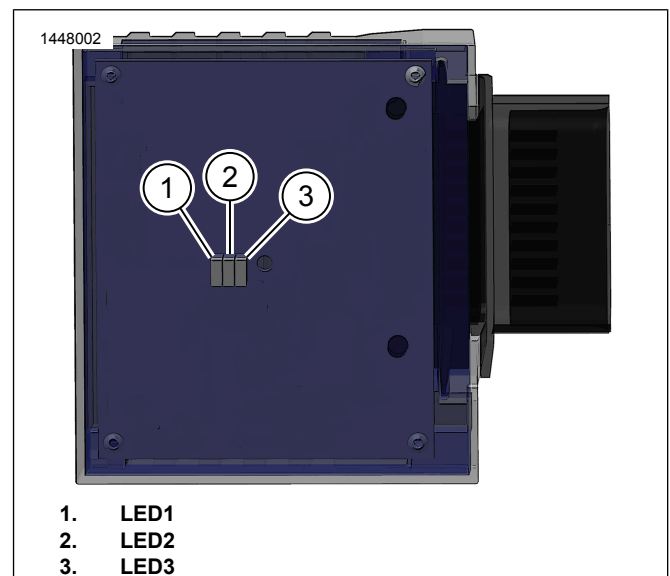

Figure 7. DEL RIO
- Consulter Figure 7 et Tableau 1 pour obtenir les détails et les codes d'événement. Plusieurs événements sont interreliés.